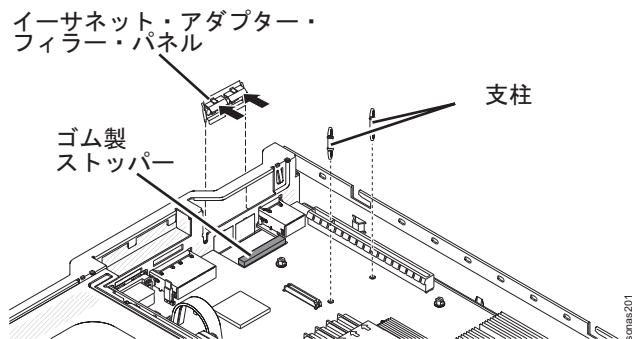

図 15. シャーシ上のイーサネット・アダプター・フィラー・パネルの位置
5. シャーシ背面のイーサネット・アダプター・フィラー・パネルを取り外します (まだ取り外していない場合)。図 15 を参照。